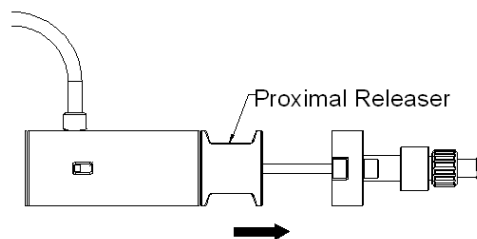

Fig. 7 Tirar del liberador proximal
5.12 Tirar el liberador proximal para liberar el resorte proximal de la prótesis artificial. (Fig. 7)